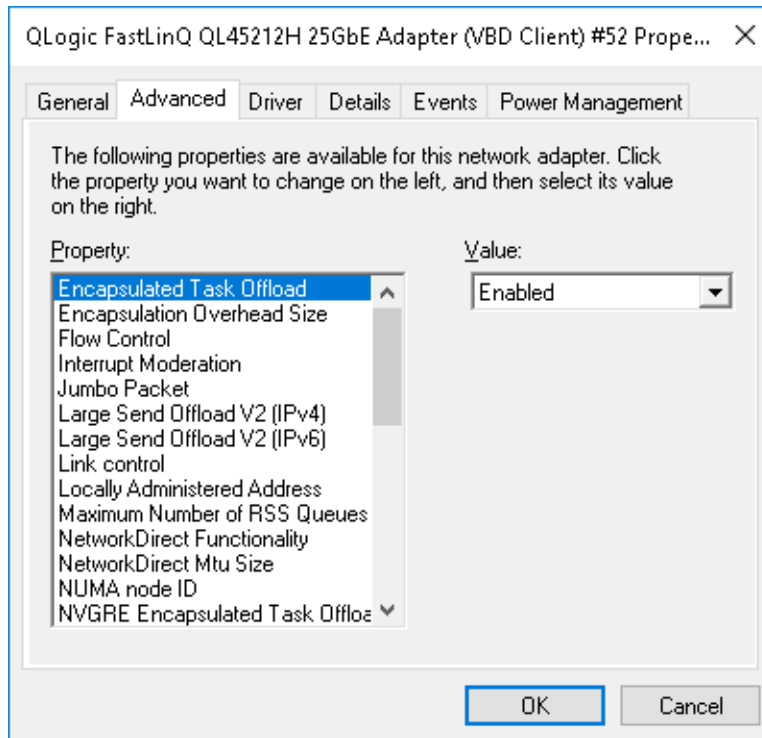

Figura 3-9. Configuración de Advanced Adapter Properties (Propiedades avanzadas del adaptador)
3. En la página Advanced (Avanzado) (Figura 3-9), seleccione un elemento en **Property** (Propiedad) y, a continuación, cambie el **Value** (Valor) de dicho elemento como requiera.